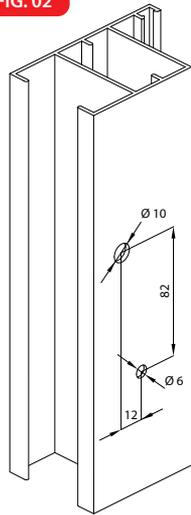

FIG. 03
3. Per l'assemblaggio del motoriduttore, dopo aver applicato al meccanismo persiana desiderato il relativo comando a rotazione (Fig. 03), effettuare sull'anta un foro di diametro $\varnothing 10$ mm, in corrispondenza della vite senza fine del comando a rotazione, ad una distanza H dal bordo interno dell'anta (Fig. 01) secondo la tabella A.
N.B.: Il comando a rotazione rappresentato in fig. 03 è puramente indicativo. Ogni meccanismo ha il proprio comando a rotazione
2. Tirare la maniglia verso l'interno, scegliendo il grado di apertura desiderato (Fig. 03)
1. Spingere la maniglia verso l'esterno fino a chiudere le lamelle (Fig. 03)